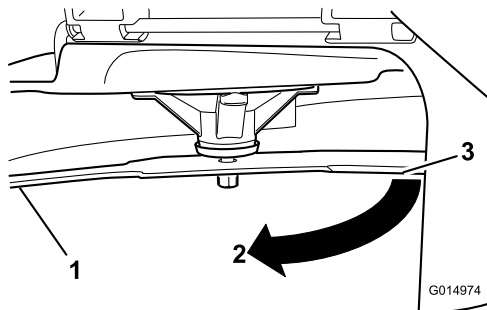

Figure 62
3. Seconde distance mesurée entre la lame et la surface (B)
4. Tournez la même lame de 180 degrés pour amener le tranchant opposé à la même position (Figure 62).